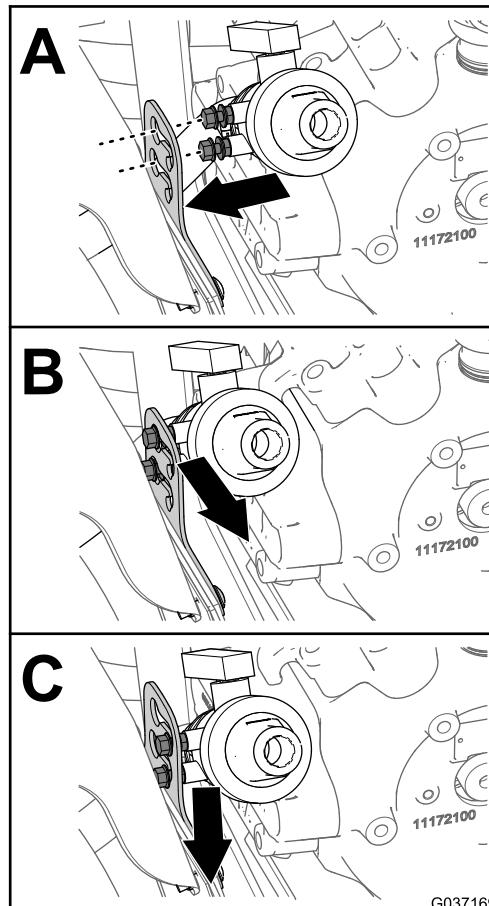

Bild 16
- Fluchten Sie die Bundmuttern des Ablassventils mit den Schlüssellochbohrungen in der Ablassventilhalterung (Kasten A in Bild 16).
- Schieben Sie das Ablassventil nach außen und unten, um das Ablassventil in der Halterung zu arretieren (Kasten B und C in Bild 16).